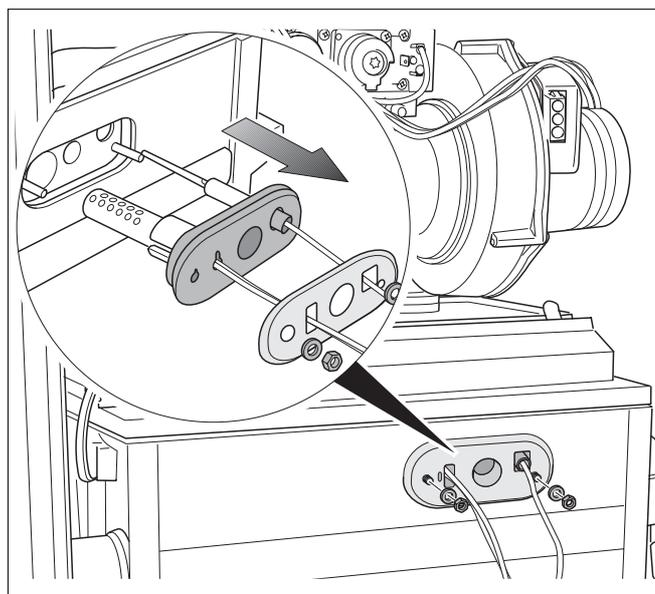

Fig. 91 Smontaggio dell'elettrodo di ionizzazione e del dispositivo di accensione ad incandescenza
- Allentare i 2 dadi (fig. 91).